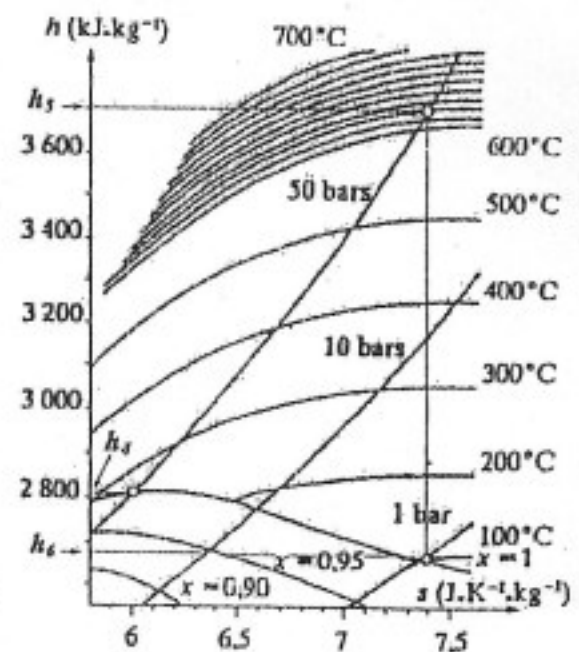

Figure 7
- le surchauffeur,  $q_s = h_5 - h_4 = 3700 - 2810 = 890 \text{ kJ.kg}^{-1}$  ; les enthalpies massiques  $h_4$  et  $h_5$  sont lues sur le diagramme de la figure 7, par projection respectivement des points (50 bars,  $x = 1$ ) et (50 bars, 620 °C) sur l'axe des enthalpies ;
- la turbine,  $e_T = h_6 - h_5 = 2675 - 3700 = -1025 \text{ kJ.kg}^{-1}$  ;  $h_6$  est lue sur le diagramme de la figure 7 pour